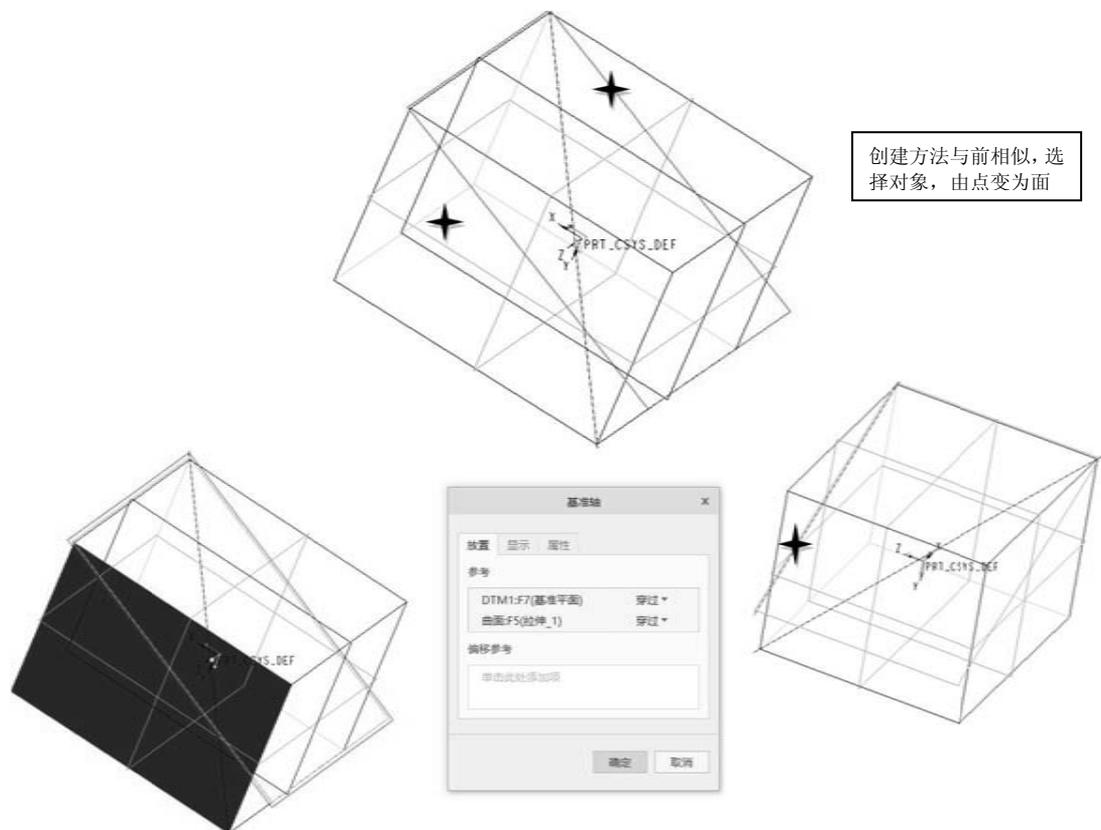

图 3-16
(2) 通过两个相交平面创建基准轴，具体创建方法见图 3-16。